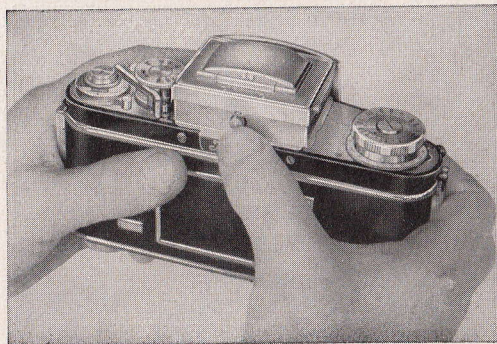

Abb. 7
Beim Druck auf den Knopf (16) öffnet sich der Lichtschacht (11) automatisch (Abb. 7). Seine Verwendung und die vielen Möglichkeiten der Bildbeobachtung werden ausführlich in Abschnitt E (Seite 18) beschrieben. Hier nur das Wichtigste im voraus: Das Mattscheibenbild im Lichtschacht entspricht stets dem späteren Photo. Deshalb ist das Reflexbild auch für alle Arbeitsgänge bei der Aufnahme maßgebend: für Motivwahl, Ausschnittbestimmung, Scharfeinstellen, Abblenden, ja der Grad der Helligkeit des Mattscheibenbildes gibt sogar einen guten Anhalt für die Belichtungszeit. – Ist im Lichtschacht kein Bild zu sehen, muß der Aufzugshebel (6) (= Filmtransporthebel) einmal im Uhrzeigersinne bis zum Anschlag bewegt werden (Abb. 8). Der Hebel soll möglichst nicht frei zurückschlagen, sondern mit dem linken Daumen abgefangen werden.